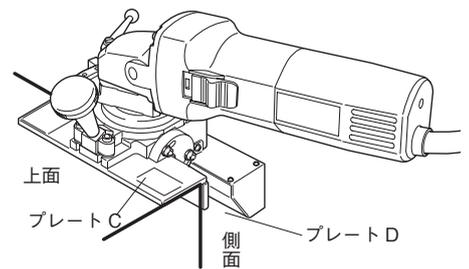
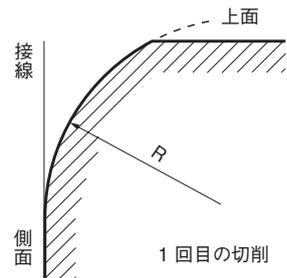
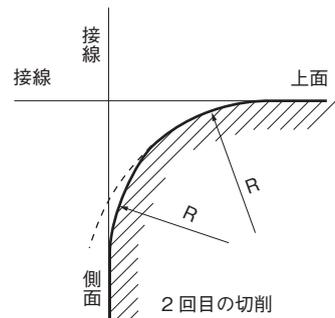

図11
図12
図13
- (2) 図11のようにプレートC側を上面に、プレートD側を側面に当てます。そのとき、側面が接線カットになるように偏芯リングを回して調整し、第1回目の切削をしてください。(図12)
- (3) 次に、プレートC側を側面に、プレートD側を上面に当てて、2回目の切削をしてください。
- (4) この場合、切削R面の中央に継目が残ることをご了承ください。(図13)